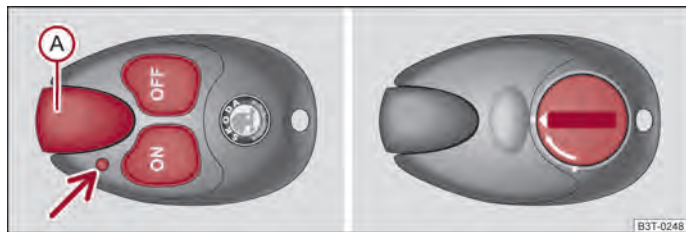

Fig. 97 Chauffage d'appoint : Télécommande radio/face inférieure de la télécommande radio comportant le couvercle du compartiment à piles
Lorsque la pile est chargée, l'efficacité de la portée peut aller jusqu'à 600 m. Pour enclencher ou couper le chauffage d'appoint, tenez la radiocommande verticalement, avec l'antenne  ⇒ fig. 97 tournée vers le haut. Vous ne devez pas cacher l'antenne avec les doigts ou la paume de la main. Des obstacles entre la radiocommande et le véhicule, des mauvaises conditions météorologiques et une pile s'affaiblissant peuvent diminuer nettement la portée.
Le voyant dans la radiocommande ⇒ fig. 97 indique après un appui sur la touche, si le signal radio du chauffage d'appoint a bien été reçu et si la pile est suffisamment chargée.
Lorsque le voyant indique que la pile est faible ou déchargée, ⇒ **fig. 97**, celle-ci doit être remplacée. La pile se trouve sous un couvercle au dos de la radiocommande.
- Insérez dans la fente du couvercle du compartiment des piles un objet plat et obtus, comme par ex. une pièce de monnaie, le faire tourner dans le sens contraire de la flèche jusqu'au marquage et déverrouillez le couvercle ⇒ **fig. 97** à droite.